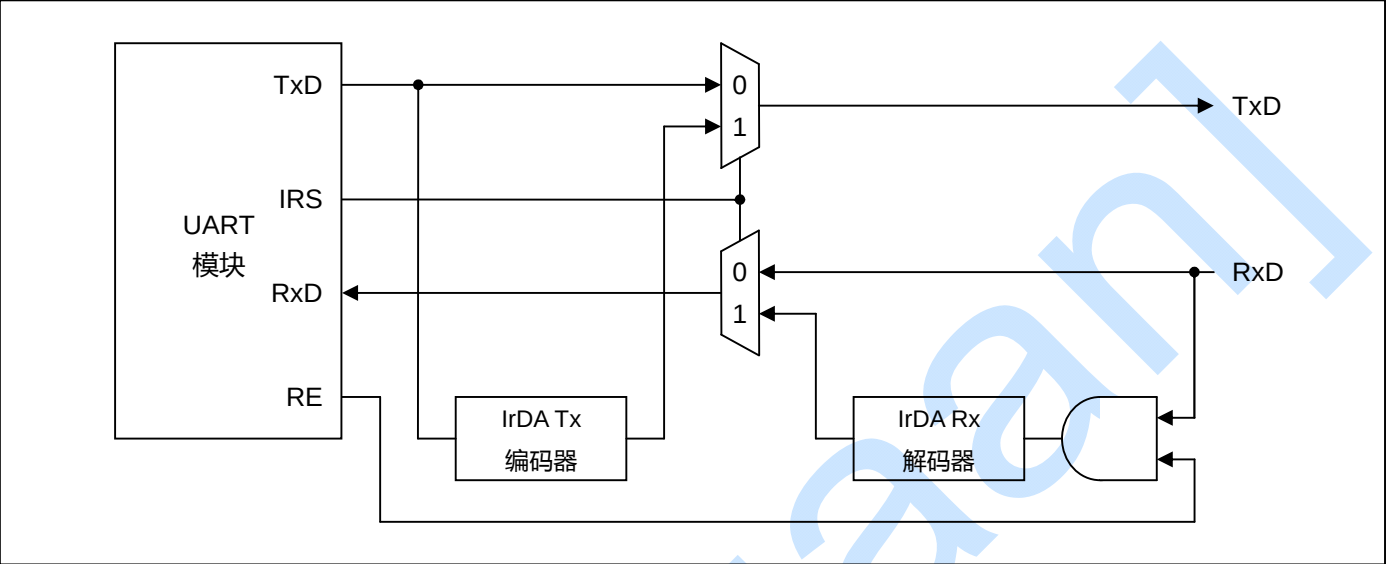

图 11-4. IrDA 功能方框图
S3C2440A 的 UART 模块支持红外 (IR) 发送和接收，可以通过 UART 行控制寄存器 (ULCONn) 中的红外位设置。图 11-4 说明了如何实现 IR 模式。